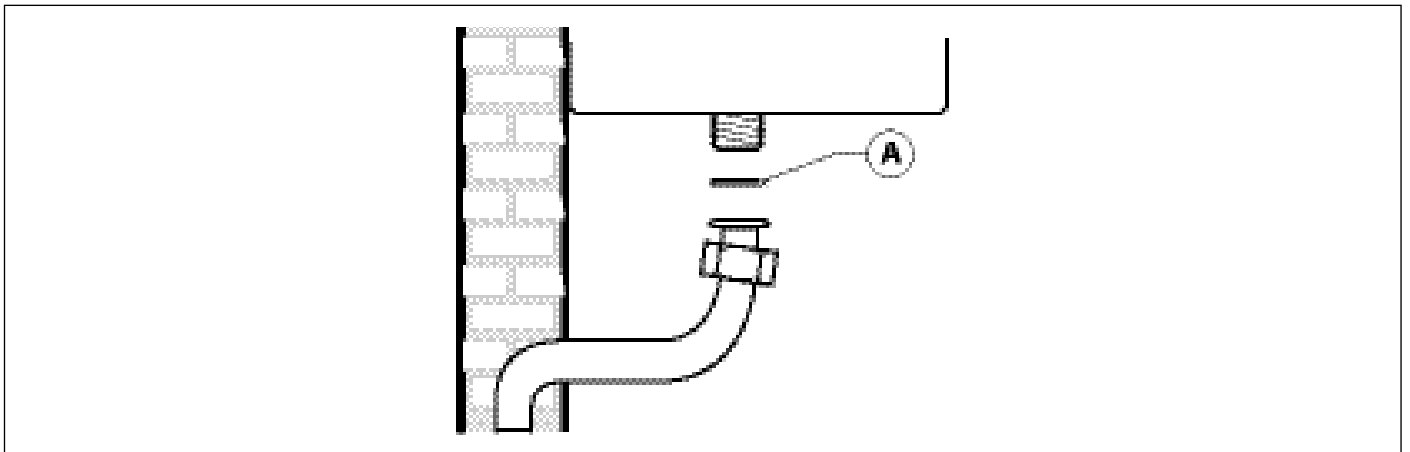

Fig. 35 Conexión a la red de gas
ES OBLIGATORIO, para conectar la toma de gas de la caldera a la tubería de alimentación colocar una junta (A) de medidas y materiales adecuados (ver Fig. 35 Conexión a la red de gas).